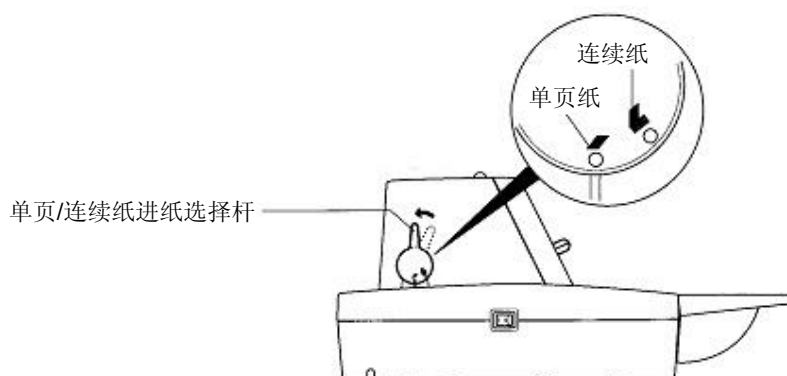

图 3-2 设定单页/连续纸进纸选择杆设置（单页纸）
- 将单页/连续纸进纸选择杆置于单页进纸方式位置（如图 3-2 所示）。